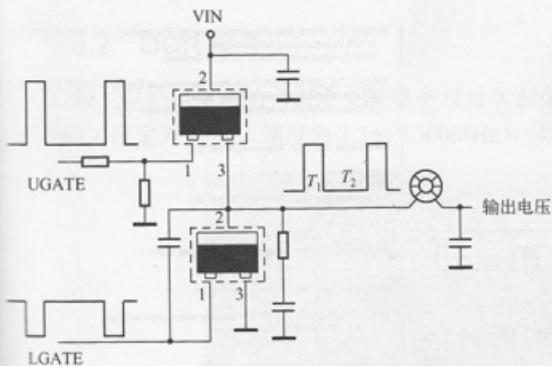

图 2-14 PWM 原理图
**开关电源工作原理：**PWM 是控制 MOSFET 的高速开关来调节电压，当开关打开时电压上升，而关闭时则电压下降，利用电感电容蓄电元件，电压上升及下降的时间，高速的切换开和关的时间，控制电压的准位。如图 2-14 所示， $T$  代表一个周期，而  $T_1$  为开启状态， $T_2$  为关闭状态，只要控制  $T_1$  和  $T_2$  的时间（占空比）就可控制电压的高低。